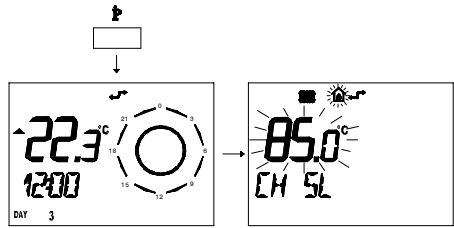

fig. 5.37
- 2 Premere per più di 3 secondi il pulsante P per entrare in modalità **INFO**. (fig. 5.37)